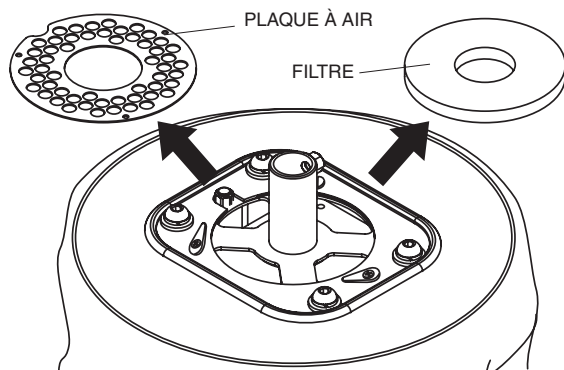

Figure 36. Retrait du filtre
4. Enlever la plaque à air et le filtre. Voir Figure 36.